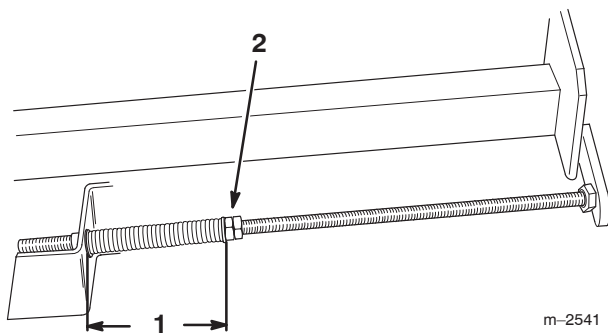

Bild 50
6. Ziehen Sie die Klemmmuttern an den Einstellstangen so weit fest, dass die Federn auf 12,7 cm eingedrückt sind (Bild 50).